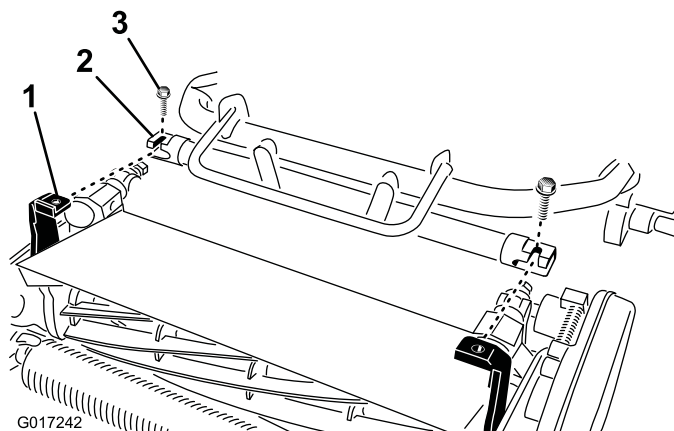

図 5
4. トラクションユニットのフレーム 図 5 を前方に引き出してカッティングユニットのピボットアームに接続する。
5. トラクションユニットのフレームをカッティングユニットのピボットアームに固定する 3/8 x 3/4 インチのボルト2本を使用し 図 5 に示すように固定する。